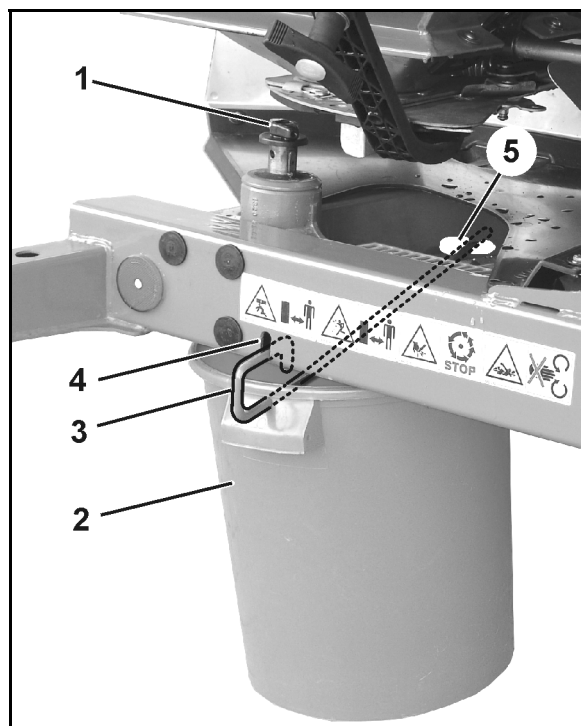

Bild 54
- 2.1 Skruva bort vingskruven (Bild 54/1) som fäster spridartallriken och dra bort spridartallriken från drivaxeln.
3. Haka in uppfångningsbehållaren (Bild 54/2) med hjälp av handtag (Bild 54/3) in ramens mottagaranordningar (Bild 54/4 och Bild 54/5).